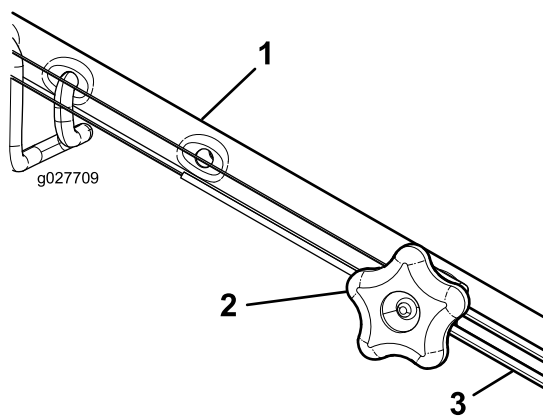

Figura 38
- Gire el pomo de ajuste en sentido antihorario para aflojar el cable (Figura 38).
- Ajuste la tensión del cable (Figura 38) tirando del mismo hacia atrás o empujándolo hacia adelante, y sujételo en esa posición.